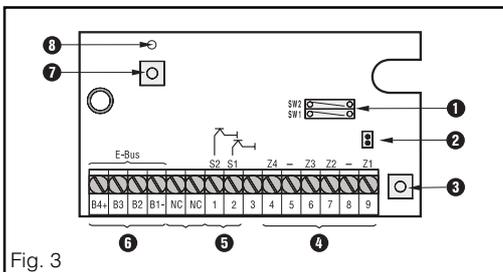
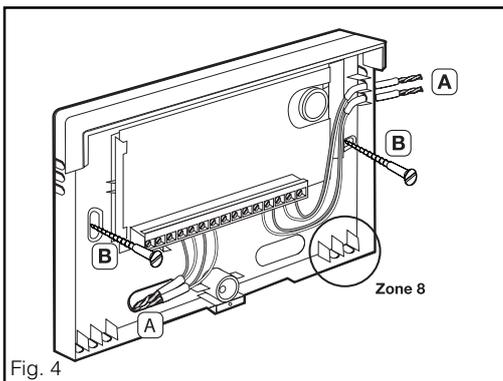

Fig. 3
Fig. 4
- Trous ② de fixation
- Trous ou orifices prédécoupés ①, ③ pour recevoir les câbles,
- Oeillet ④ pour le plombage,
- Encliquetage ⑤ du support carte.
- Carte SMT 12 ⑥.
- Opercule ⑦ pour la vis d'autoprotection à l'arrachement.
3.2.1 Carte SMT 12 (fig. 3)
- Epingles ① pour le paramétrage des entrées de bris de verre.
- Connecteur ② du contact d'autosurveillance externe, câblé en parallèle au contact d'autosurveillance ③.
- Contact d'autosurveillance du boîtier SAT 12 ③.
- 4 entrées ④.
- 2 sorties ⑤ «collecteur ouvert».
- Connexion E-Bus ⑥.
- Bouton d'adressage ⑦.
- LED ⑧, qui clignote si la communication E-Bus fonctionne correctement.
3.3 Montage du boîtier SAT 12 (fig. 4)
Les raccordements sont représentés dans la Fig. 3 et sur le schéma de raccordement joint, à coller à l'intérieur du couvercle.
Aucun câble ne doit passer par les opercules de la zone 8 de la fig. 4 **sous peine de rendre le produit non conforme au référentiel NF A2P.**
Si la carte SMT 12 n'est pas montée dans le boîtier SAT 12, le connecteur 2 de la fig. 3 doit, soit être reliée à un contact d'autosurveillance externe, soit être mis en court-circuit. La liaison avec un contact d'autosurveillance externe doit être établie au moyen du connecteur fourni.